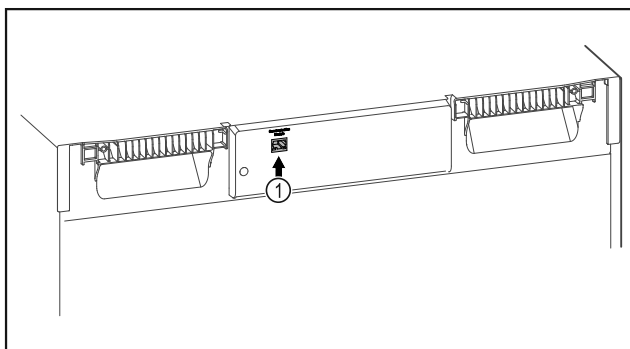

Fig. 106
- A SmartModule Fig. 106 (1) be van helyezve.